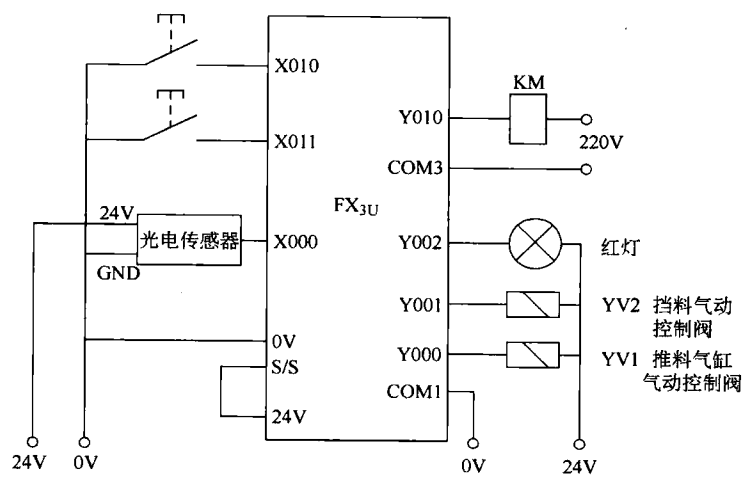

图 2-60 气动控制阀控制接线图
(1) 控制要求 按下起动按钮, 由光电传感器检测料仓有无工件; 如无工件, 10s 后输出红色灯报警, 按停止按钮或加入工件停止报警; 如有工件, 推料汽缸将工件推入(推料时间 2s)生产线, 皮带机(电动机拖动)运行, 挡料汽缸保持缩回状态, 将第一个工件直接放入皮带机末端的进料仓(第一个工件从入料仓到末端出料仓需要 25s); 完成后将第二个工件推入生产线, 第二个工件在皮带机运行 20s(到挡料汽缸位置), 伸出挡料汽缸挡住工件, 人工从生产线取走工件, 5s 后缩回挡料汽缸; 皮带机运行时间 50s 后停止(每个工件处理时间为 25s); 运行过程中, 按停止按钮, 皮带机停止运行(挡料汽缸初始状态为缩回状态, 不挡工件)。
(2) I/O 分配和 I/O 接线图 X010: 起动按钮; X011: 停止按钮; X000: 光电检测; Y000: 推料汽缸气动控制阀; Y001: 挡料汽缸气动控制柜; Y002: 红色报警指示灯; Y010: 皮带机接触器。接线图如图 2-60 所示。